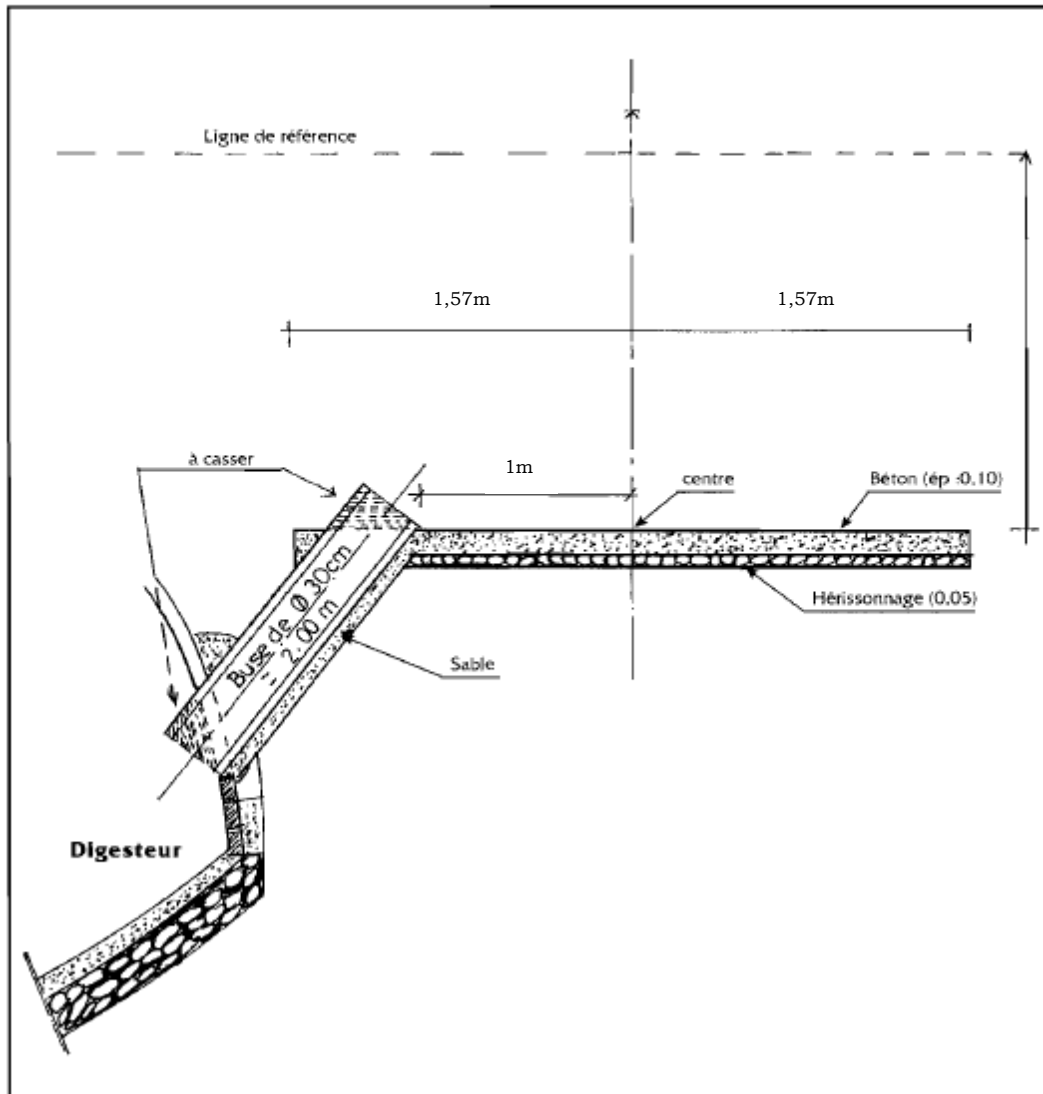

Figure 13 :
5.26/ Entre l'entrée et le centre du digesteur, placer une buse en béton (diamètre : 200mm, longueur : 1,5m) à 1,26m au-dessus de la base de la 1^{ère} rangée de briques (ou à 2,02 m de la ligne de référence). Cette buse aura aussi été enduite au préalable. Du béton est aussi posé sous la buse et du mortier la lie aux briques. Une tranchée de 40 cm de diamètre est creusée avec un angle de 50° pour que la buse soit distante (pour le point le plus éloigné) de 308 cm du centre du digesteur. FIG. 13. La buse est maintenue en place par une corde et une planche durant 2 jours. Du sable ou de la terre fine entoure la buse.